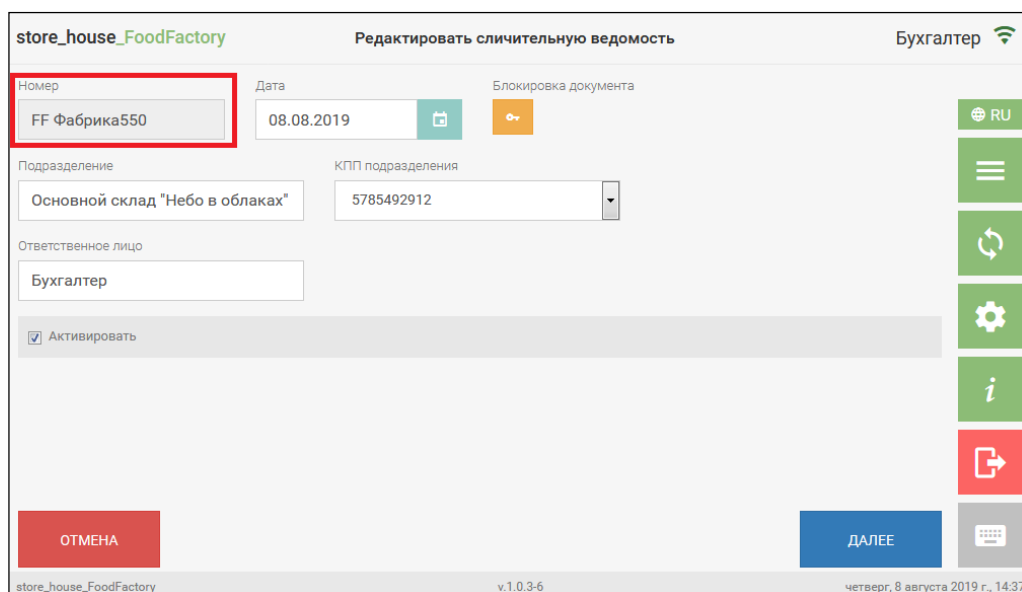

Рис. 127
**Внимание!** Поле «Номер» недоступно для редактирования (см. Рис. 127), т.к. номер проставляется автоматически при сохранении документа (см. п.п. 5.2.8), а префикс для нумерации документов, при необходимости, вносится в настройках документов (см. п.п. 4.3).